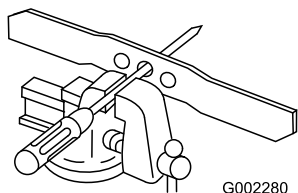

Figura 26
1. Verifique o equilíbrio da lâmina colocando o orifício central sobre um prego ou a haste de uma chave de fendas, presos na horizontal num torno (Figura 26).